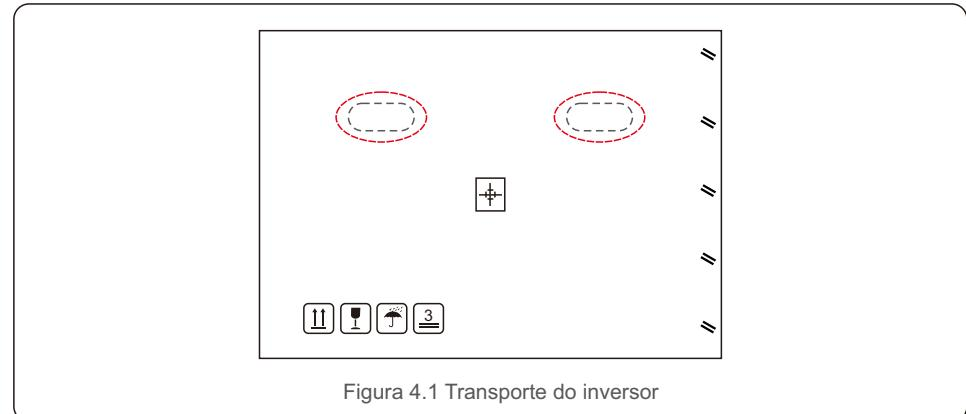

Figura 4.1 Transporte do inversor
1. Os círculos vermelhos abaixo indicam recortes na embalagem do produto. Empurre os recortes para formar alças e mover o inversor (consulte a Figura 4.1).